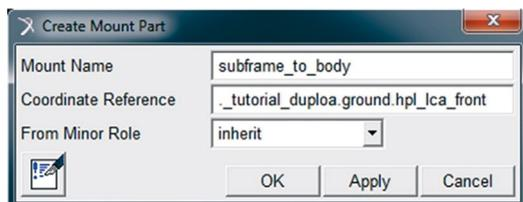

Figura 5.109 – Preenchimento da caixa de diálogo relativa à criação do Mount “subframe_to_body”.
- Utilize o preenchimento apresentado na Figura 5.109 para o Mount “subframe_to_body” e o preenchimento dado na Figura 5.110 para o Mount “tierod_to_steering”.